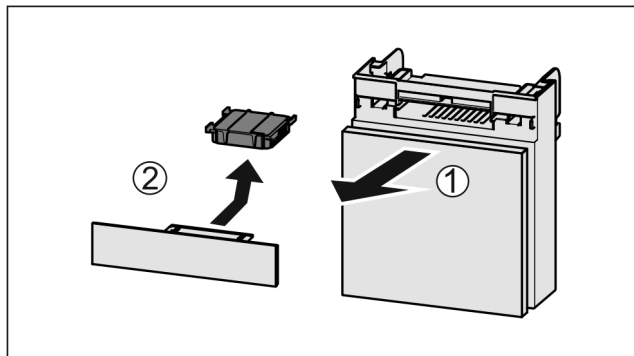

Fig. 115
- ▶ Extraire le compartiment par l'avant Fig. 115 (1).
- ▶ Sortir le filtre à charbon actif Fig. 115 (2).